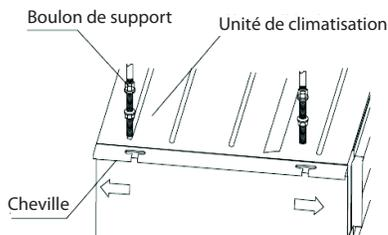

Figure 5 – Installation des boulons de fixation
1. **INSTALLATION DES BOULONS DU SUPPORT** – Installez les boulons du support aux endroits montrés (consultez la figure 5, vue de dessus). Utilisez une tige entièrement filetée de 10 mm (0,39 po) de diamètre.